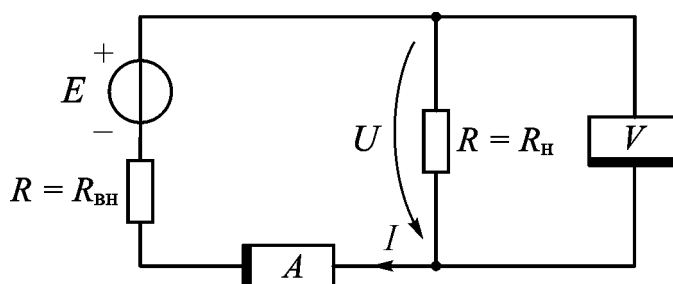

Рис. 1
- соединить элементы схемы согласно рис. 1;